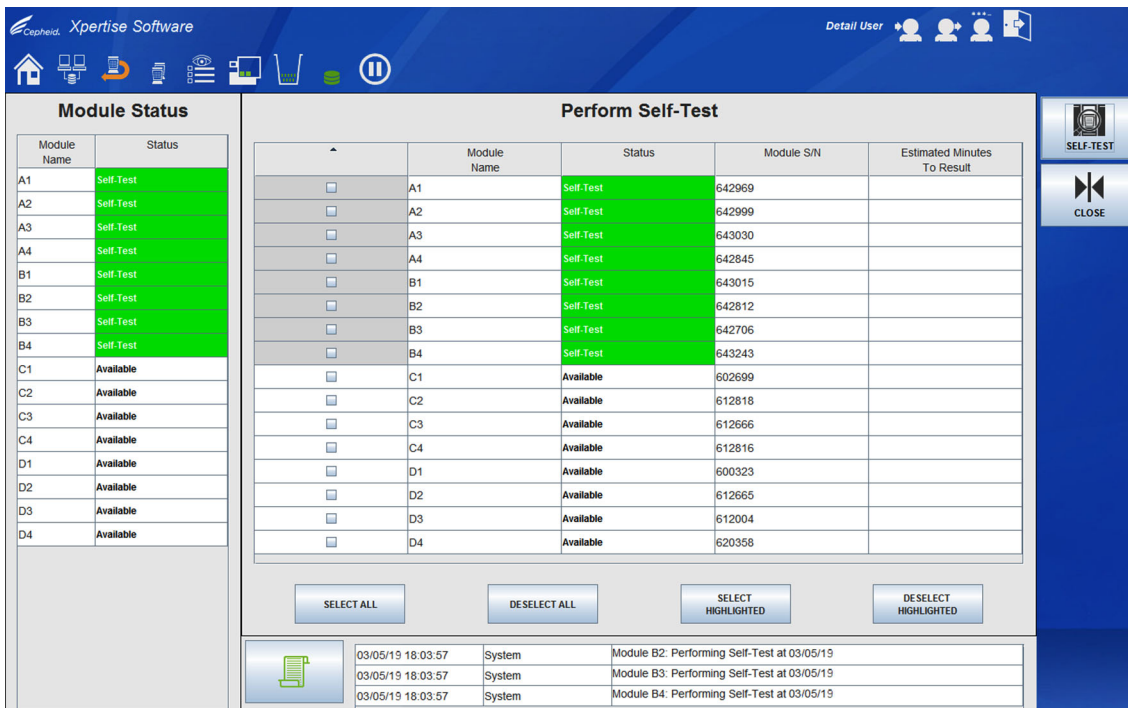

图 9-66. 自检期间的执行自检 (Perform Self-Test) 工作区
6. 完成自检后，选择**关闭 (CLOSE)** 按钮以关闭执行自检 (Perform Self-Test) 工作区（请参见图 9-66）。显示 GX 维护菜单。请参见图 9-58。